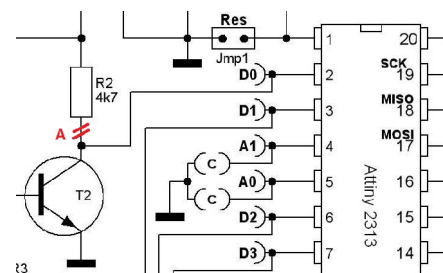

Abbildung 2
- den zum Emitter des Transistors weisenden Anschluss des 4,7-K-Widerstands (bei A in Abb. 2) auslöten und mit einem kurzen Patchkabel versehen,